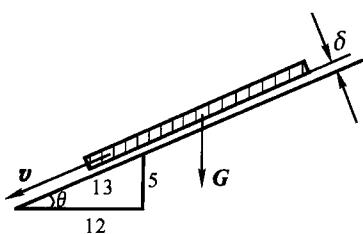

图 1.9 木块在斜面上的运动
**例 1.2** 一个底面积为  $40 \text{ cm} \times 45 \text{ cm}$ , 高为  $1 \text{ cm}$  的木块, 质量为  $5 \text{ kg}$ , 沿着涂有润滑油的斜面等速向下运动(图 1.9)。已知  $v = 1 \text{ m/s}$ ,  $\delta = 1 \text{ mm}$ , 求润滑油的黏度系数  $\mu$ 。